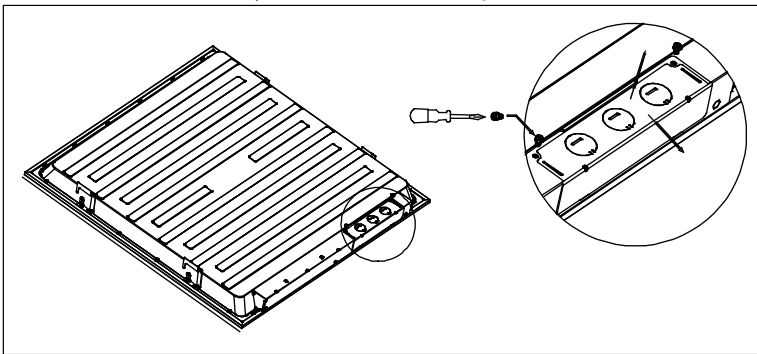

Figure 1.
3. Repérez le couvercle de la boîte de jonction du luminaire et enlevez-le (Fig. 1).
Remarque: Les poids des luminaires sont indiqués ci-dessous. Assurez-vous que l'emplacement de la grille est conçu pour supporter le poids du luminaire avant de passer à l'étape suivante. En cas d'incertitude, utilisez le câble pour supporter le luminaire à la structure au-dessus de ce dernier en utilisant les trous des fixations d'alignement (Fig. 1).